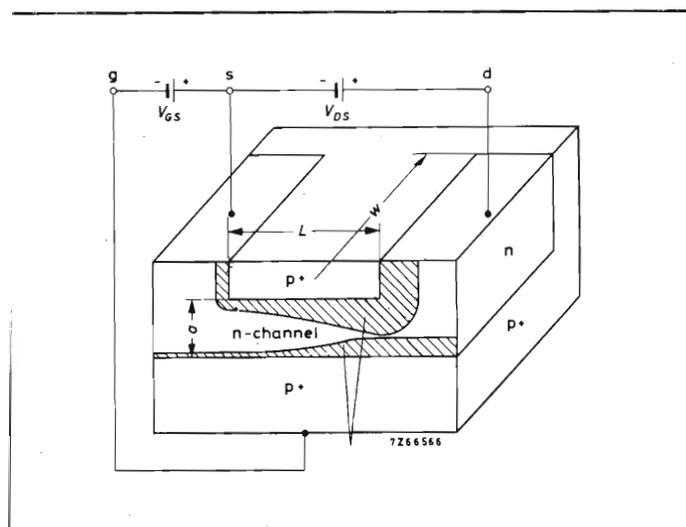

Fig. 193 - Struttura schematica di un FET a giunzione.
a) transistori ad effetto di campo a giunzione (J-FET). Sono costituiti (fig. 193) da un cristallo di silicio, di tipo p o di tipo n chiamato canale all'estremità del quale si trovano due contatti metallici denominati rispettivamente source e drain (corrispondenti, tanto per intenderci, il source all'emettitore o al catodo, il drain al collettore o all'anodo rispettivamente di un transistor bipolare e di un tubo a vuoto). Questi due contatti sono ohmici e non formano quindi giunzioni p-n in corrispondenza delle estremità del canale.
Un transistore ad effetto di campo a strato isolante supponiamo con canale di tipo n è costituito (fig. 193) da un cristallo di materiale semiconduttore di tipo p in due parti del quale vengono formate per diffusione due zone di tipo n fortemente drogate. (Le zone di tipo p o di tipo n fortemente drogate vengono solitamente indicate rispettivamente con p+ (pp) oppure n+ (nn)).